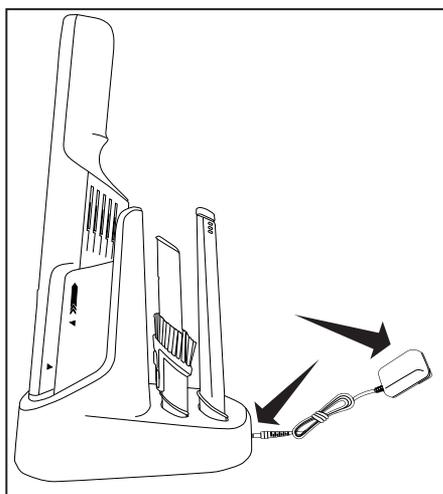
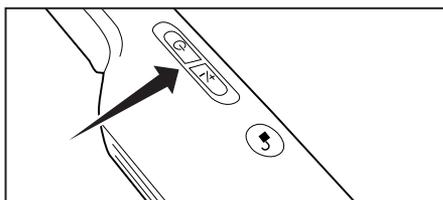

Fig. 2
Fig. 3
2. Enchufe el cargador de la batería en la Estación de Almacenamiento/Carga y a un tomacorriente (Fig. 2). La luz indicadora de la aspiradora parpadeará en rojo mientras la batería se está cargando. Cuando la luz indicadora esté verde, la batería estará completamente cargada (Fig. 3). El tiempo de carga es de 3 horas aproximadamente.